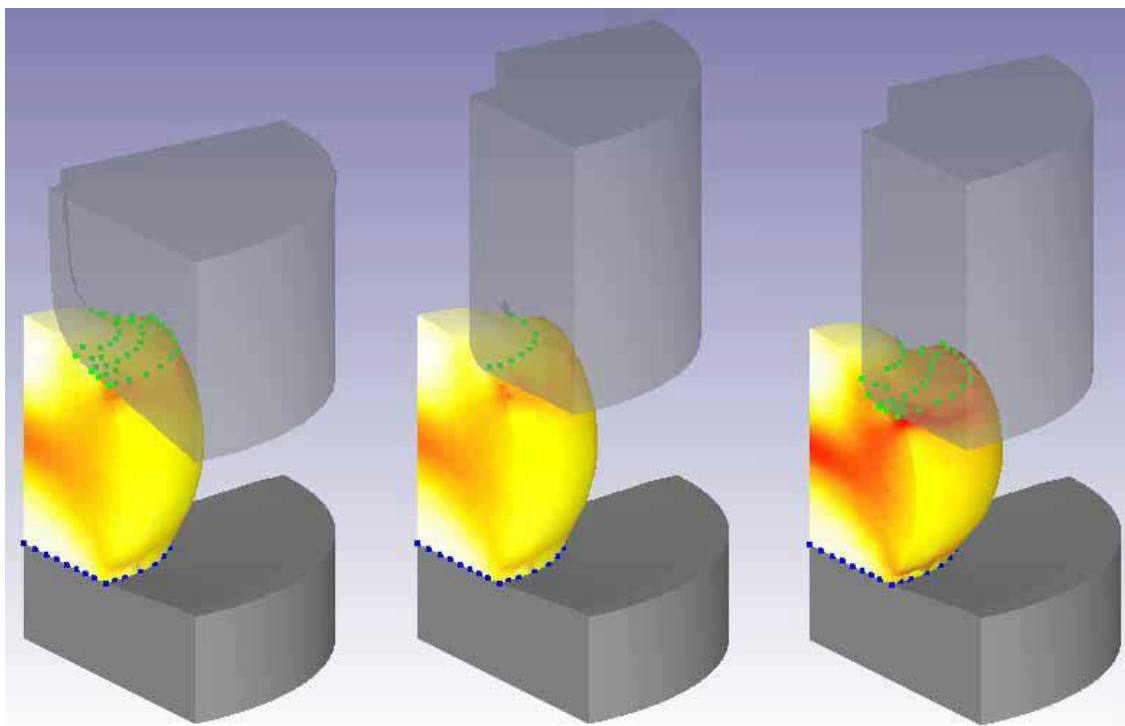

Рисунок 8.1. – Результати розрахунку
Пройдіть по кроках, зверніть увагу на другу операцію, кроки з -90 по 100. За допомогою кнопки  перегляньте як контактують об'єкти в цьому розрахунку (Рис. 8.1). Так само визначте температуру, ефективні деформації і залежність навантаження від ходу штампа.
- 4) На рис. 8.1. присутні зелені та сині точки. Що це за точки?